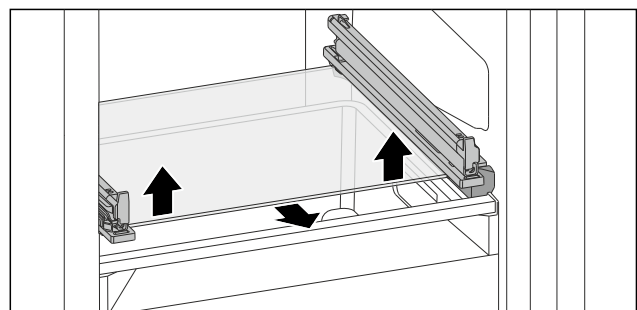

Fig. 202 Стеклнная пластина откидного выдвижного ящика
- ▶ Нажмите на стеклнную пластину снизу вверх с обеих сторон. (см. Fig. 202)